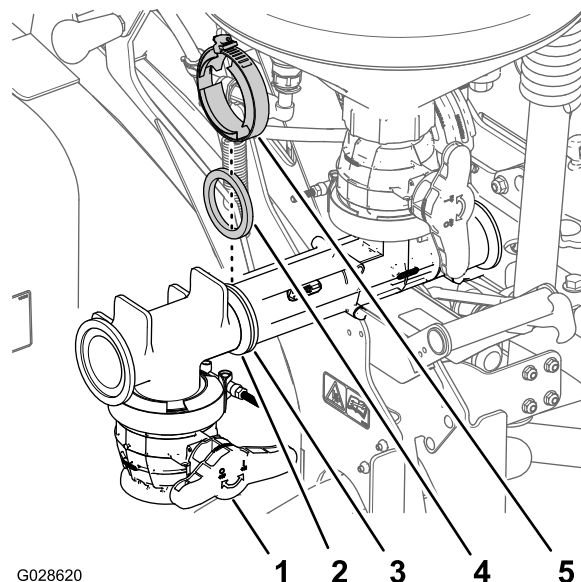

Figure 14
2. Fixez le raccord en T au mélangeur avec un joint et un collier à bride (Figure 14).
1. Orientez la bride du raccord en T supérieur vers la bride avant du mélangeur (Figure 14).